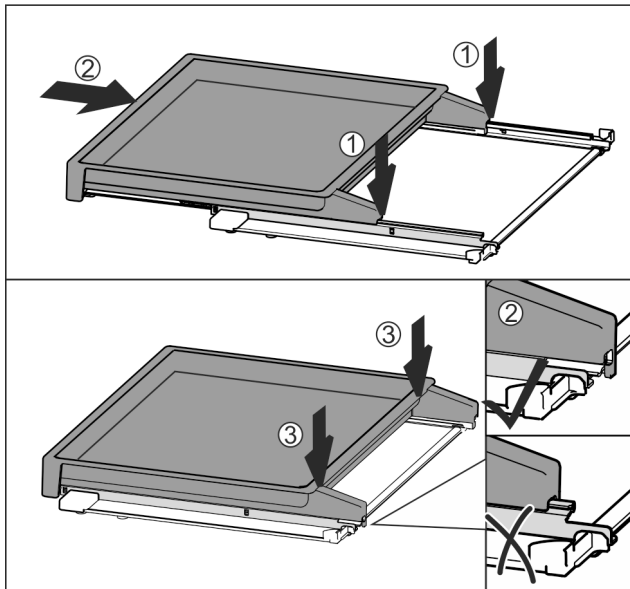

Fig. 113
- ▶ Umieścić centralnie na szynach Fig. 113 (1).
- ▶ Wsunąć całkowicie wysuwaną półkę Fig. 113 (2).
- ▶ Docisnąć z tyłu, aż do słyszalnego zatrzaśnięcia Fig. 113 (3).